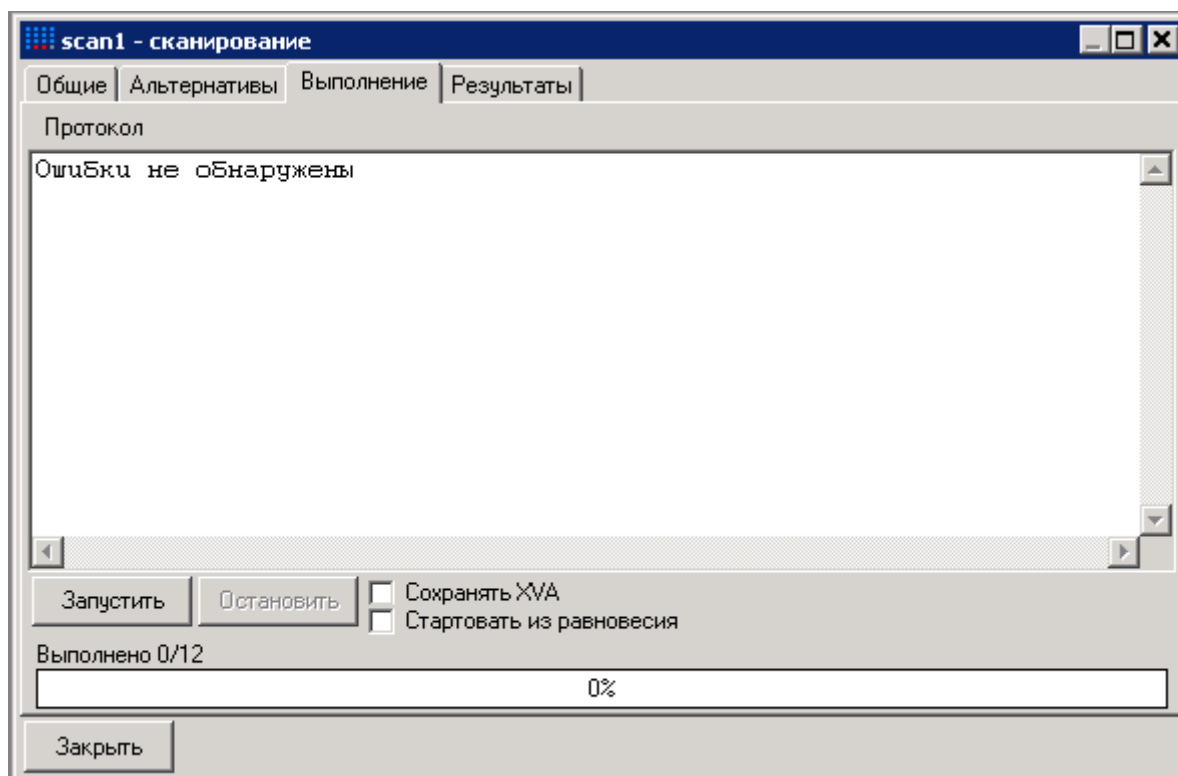

Рис. 3.14. Запуск проекта сканирования
2. При правильном описании проекта в поле **Протокол** появится сообщение «**Ошибки не обнаружены**», см. рис. 3.14.